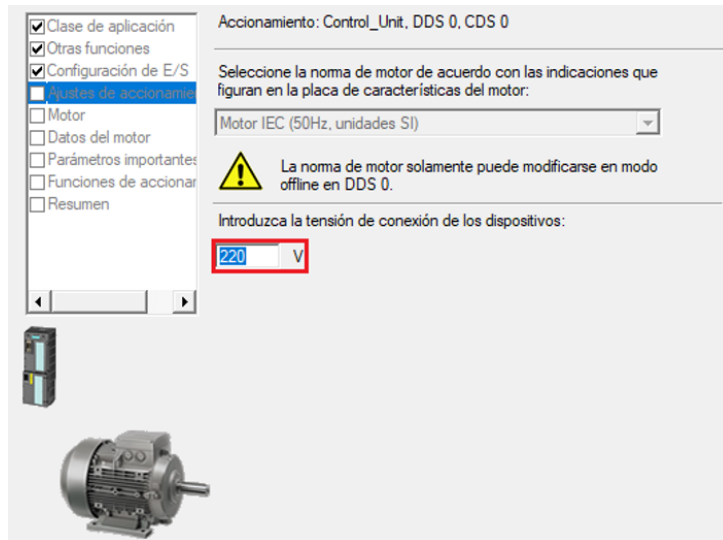

Figura 2.12: Ajustes de accionamiento.
- En “Ajustes de accionamiento” se escoge la norma del motor a usar y la tensión a la que se encuentran conectados los dispositivos. Esta configuración se muestra en la Figura 2.12.